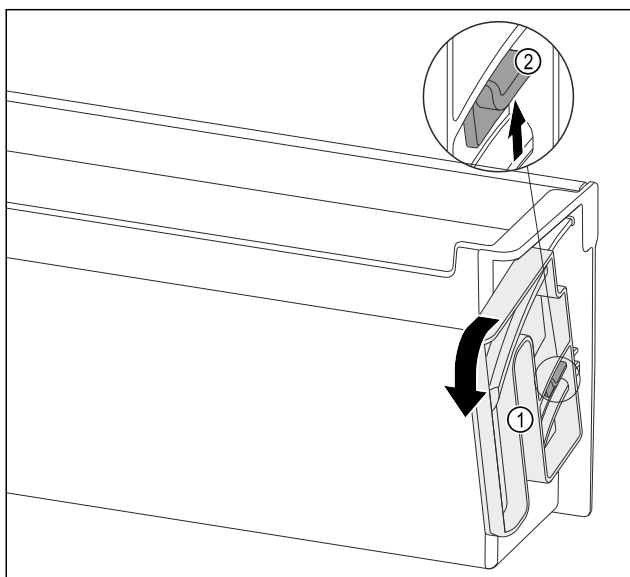

Fig. 132
- ▶ Okrenite okretnu jedinicu Fig. 132 (1) u navedenom smjeru sve do graničnika.
- ▶ Pritisnite jezičac Fig. 132 (2) prema gore i oprezno izvucite okretnu jedinicu Fig. 132 (1).